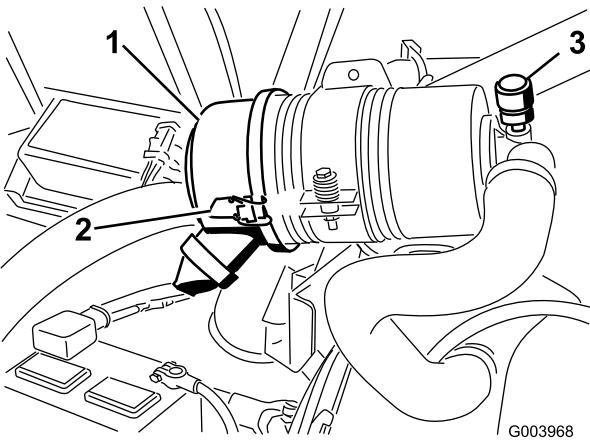

Figure 58
Faites l'entretien du filtre à air uniquement quand l'indicateur de colmatage (Figure 58) indique que cela est nécessaire. Changer le filtre à air prématurément ne fait qu'accroître le risque de contamination du moteur par des impuretés quand le filtre est déposé.
- Desserrez les fixations qui maintiennent le couvercle sur le corps du filtre à air (Figure 58).